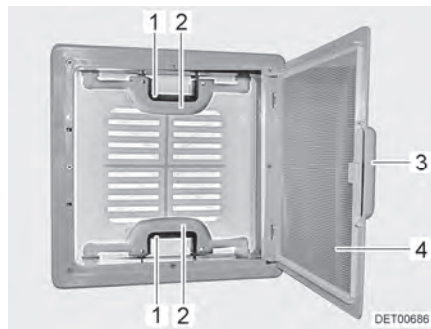

Bild 51 Taklucka med snäpplås
- Drag i handtaget (Bild 51,3).
- Fäll ned insektsskyddet (Bild 51,4).
- Tryck snäpplåset (Bild 51,1) mot takluckans insida. Tryck samtidigt takluckan uppåt med handtaget (Bild 51,2).
- Fäll upp insektsskyddet (Bild 51,4) så att det hakar i.
- Drag kraftigt ner takluckan med hjälp av båda handtagen (Bild 51,2) så långt, att snäpplåsen (Bild 51,1) går i lås.